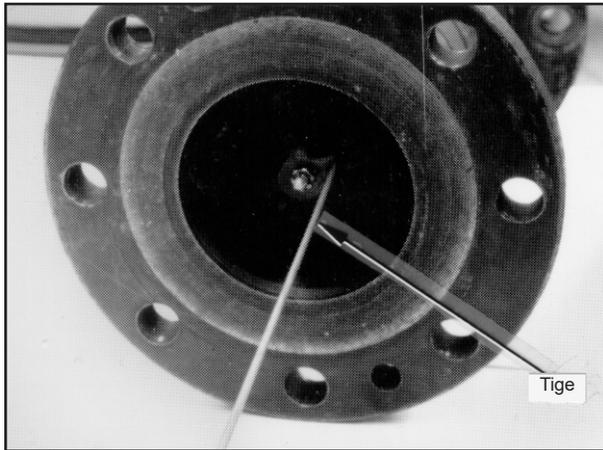

Figure 17
9. Placer le débitmètre à turbine sur sa bride en amont. Faire tourner le rotor avec une tige, figure 17, et